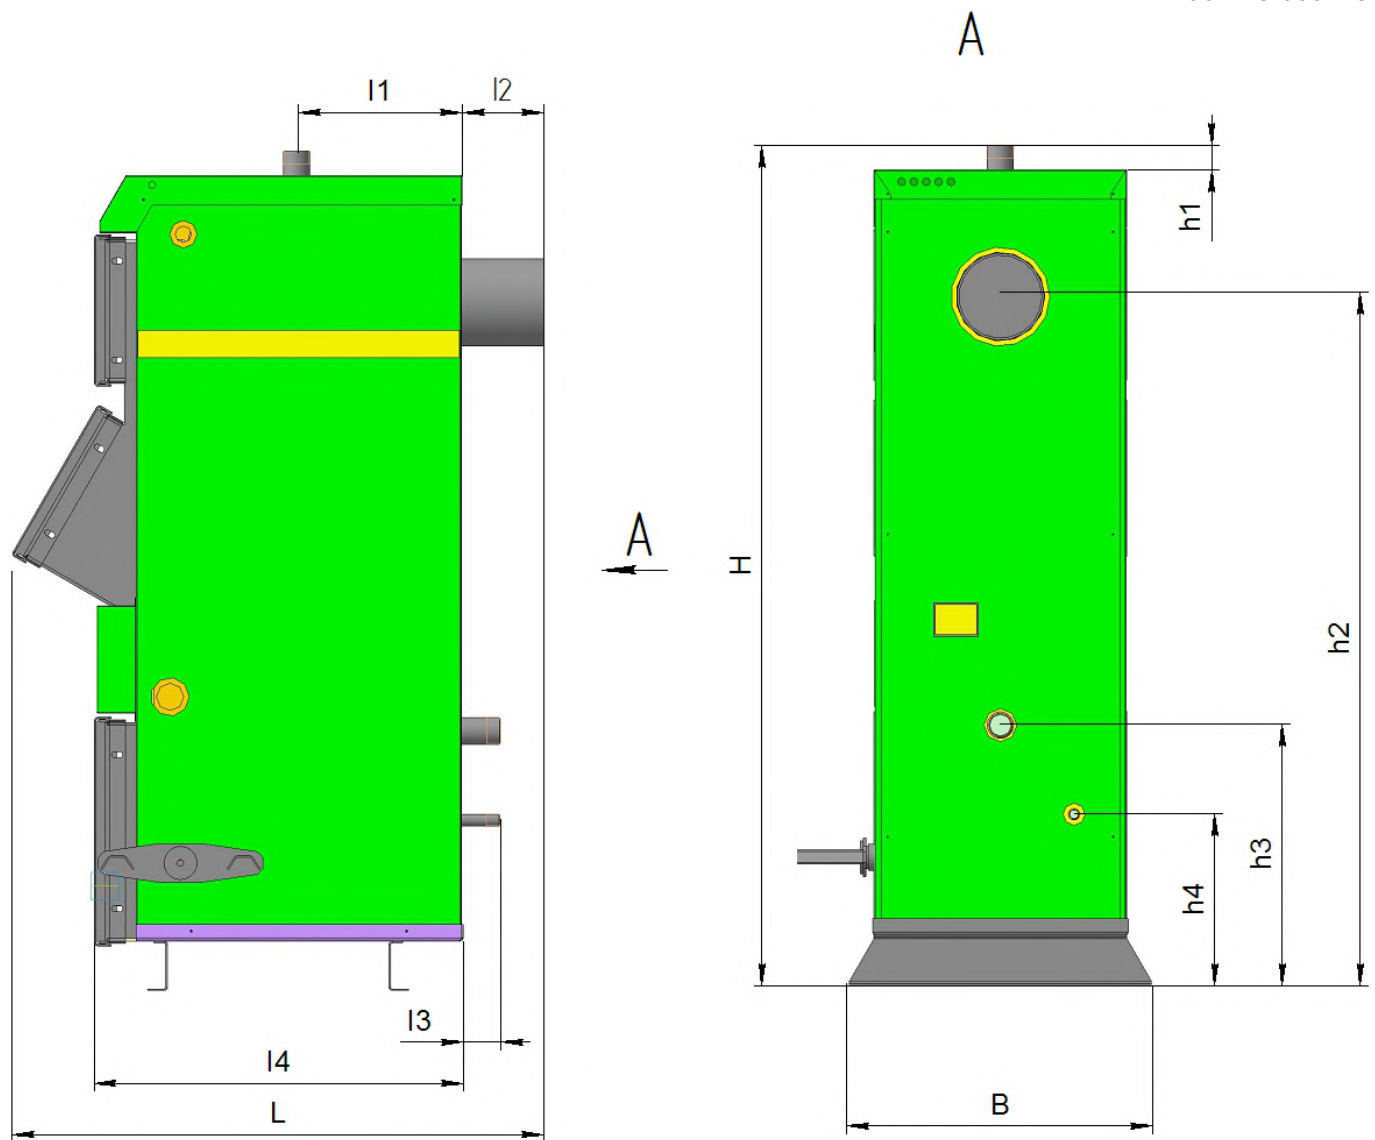

Рисунок 1 - Габаритные и присоединительные размеры Котлов моделей LC12-42
Габаритные и присоединительные размеры Котла (см. рис.1), мм:
Котел (рис.1) представляет собой стальной сварной теплоизолированный каркас, обшитый снаружи съемной декоративной облицовкой, все вместе образующие собой корпус, и устанавливаемый на собственных опорах (16). Внутреннее пространство имеет сложную конфигурацию, включает в своем составе трубчатый теплообменник (14), предназначенный для циркулирования теплоносителя (воды), листовые детали, образующие вместе со стенками каркаса камеру сжигания, воздухоподводящие каналы (на рисунке не показаны), (систему дымоудаления из Котла (9)). Внутри каркаса в нижней части расположены устройства: колосниковая решетка для размещения топлива (15), зольный ящик (5) для сбора и удаления золы, а также механизм очистки колосников от сажи (6). В нерабочем состоянии механизм (6) располагается в зольном ящике (5). Колосниковая решетка выполнена из труб гидравлического контура Котла и является неотъемлемой частью теплообменника (15). Снаружи Котел имеет дверцы для обслуживания Котла (11,12,13), патрубки для подсоединения к трубопроводам водяного контура системы отопления (1,2), патрубков для опорожнения теплообменника (3), штуцер для установки тягорегулятора (17), штуцер для установки термодатчика (19), а также педаль (7) для управления механизмом очистки колосников от сажи (6). По желанию заказчика педаль (7) может быть заменена на рычаг (на рисунке не показан).